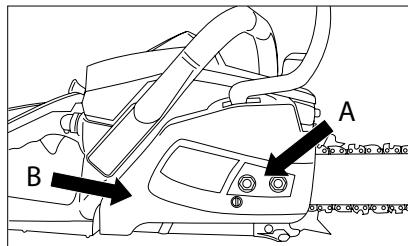

Fig. 5
3. Svitate entrambi i dadi (A), che fissano il pneumatico e il coperchio di protezione. Rimovete il coperchio di protezione insieme al pannello del freno della catena (B) (fig. 5).